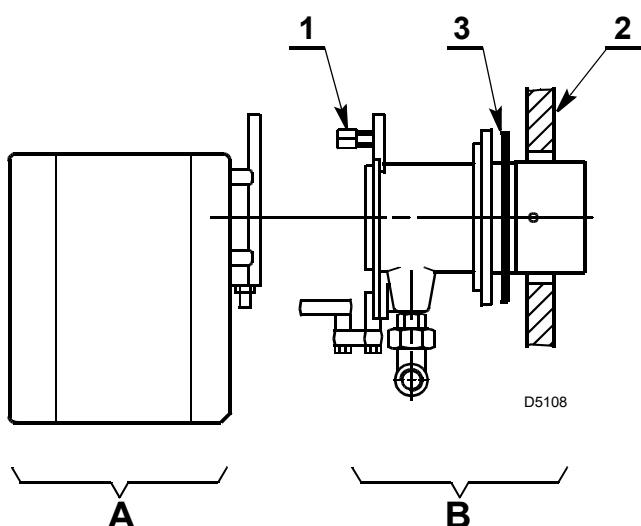

Fig. 6
- Separe el cabezal de combustión del resto del quemador quitando la tuerca (1) y extraiga el grupo (A) Fig. 6.
- Fije el grupo (B) Fig. 6 a la placa (2) de la caldera, interponiendo la junta aislante (3) suministrada de serie.